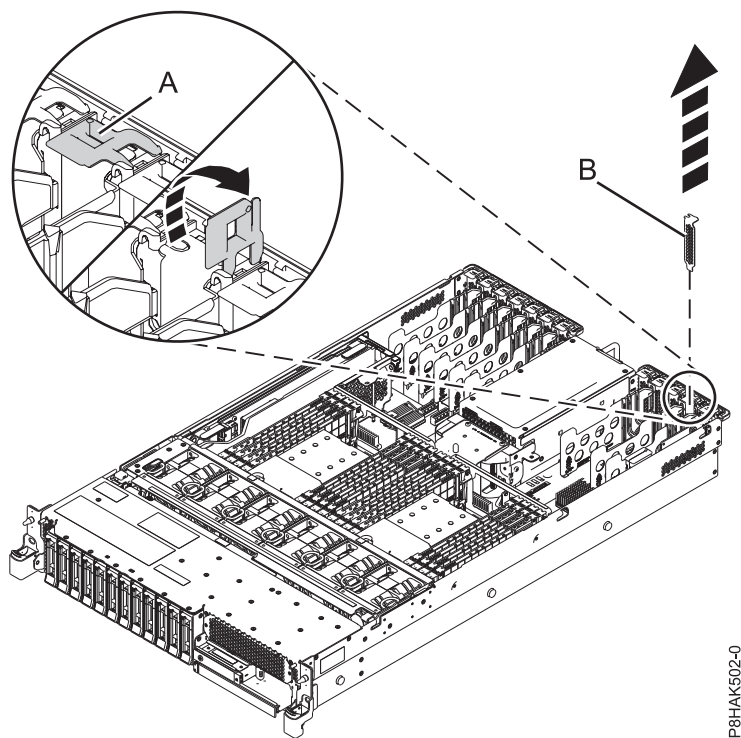

Figura 8. Extracción de un relleno de una ranura adaptador PCIe en un sistema 5148-21L, 5148-22L, 8247-21L, 8247-22L, 8284-21A o 8284-22A
Para extraer el relleno, sostenga con cuidado el relleno (B) por el borde superior o la contrapunta, y extráigalo del sistema. Consulte la Figura 8.